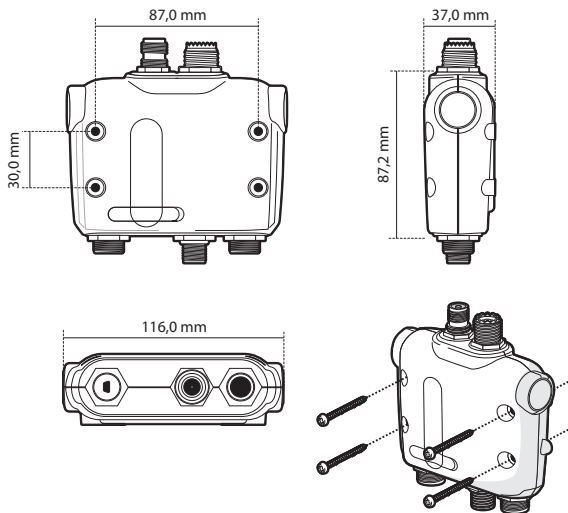

Figure 5 Émetteur SIA dimensions et installation
- Il doit y avoir un espace suffisant autour de la boîte de connexion de l' pour acheminer les câbles. Veuillez consulter Figure 5 pour plus de détails sur les dimensions Émetteur SIA.
- L'émetteur est fourni avec quatre vis autotaraudeuses pour fixer l'Émetteur SIA à une surface adaptée. Veuillez consulter Figure 5 pour plus d'informations.